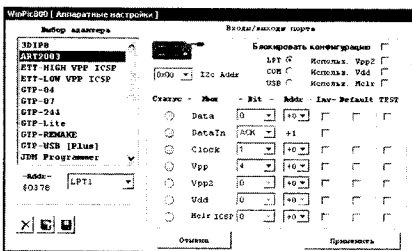

рис.21
2. Выбрать тип программатора: «Настройки — Адаптер — скомпоновать экран по рис.21 — Блокировать — Применить».